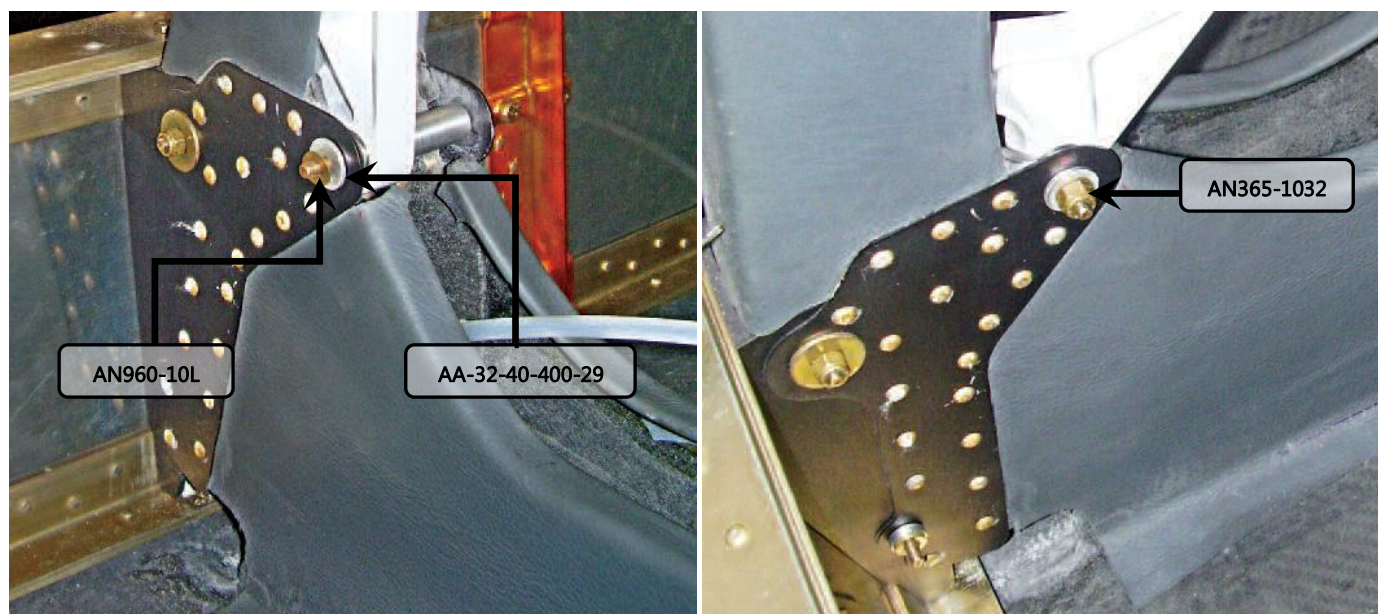

Figura 32.40.62 – Fixação superior – vista traseira e lateral
9. Instalar a porca AN365-1032 conforme a figura 32.40.62 e aplicar o torque recomendado pela tabela 1 com o torquimetro e o cachimbo de 3/8".